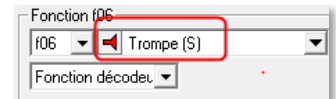

Fig. 14.59 Fonction son
Les symboles de fonctions qui représentent une fonction sonore (par exemple le bruit de moteur) sont munis d'une telle caractéristique (S) dans le fichier des symboles de fonction et sont donc désactivés lorsque vous appelez cette fonction du programme. La Fig. 14.59 montre un élément de la base de données des véhicules dans laquelle a été attribuée une fonction sonore. Celle-ci sera désactivée par la fonction du programme décrite ici.